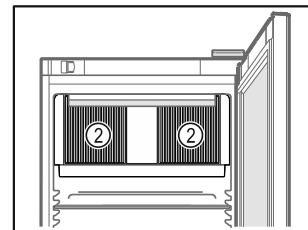

Fig. 39
- A belső térben lévő keringető ventilátor szellőzőnyílásait Fig. 39 (2) tartsa szabadon.